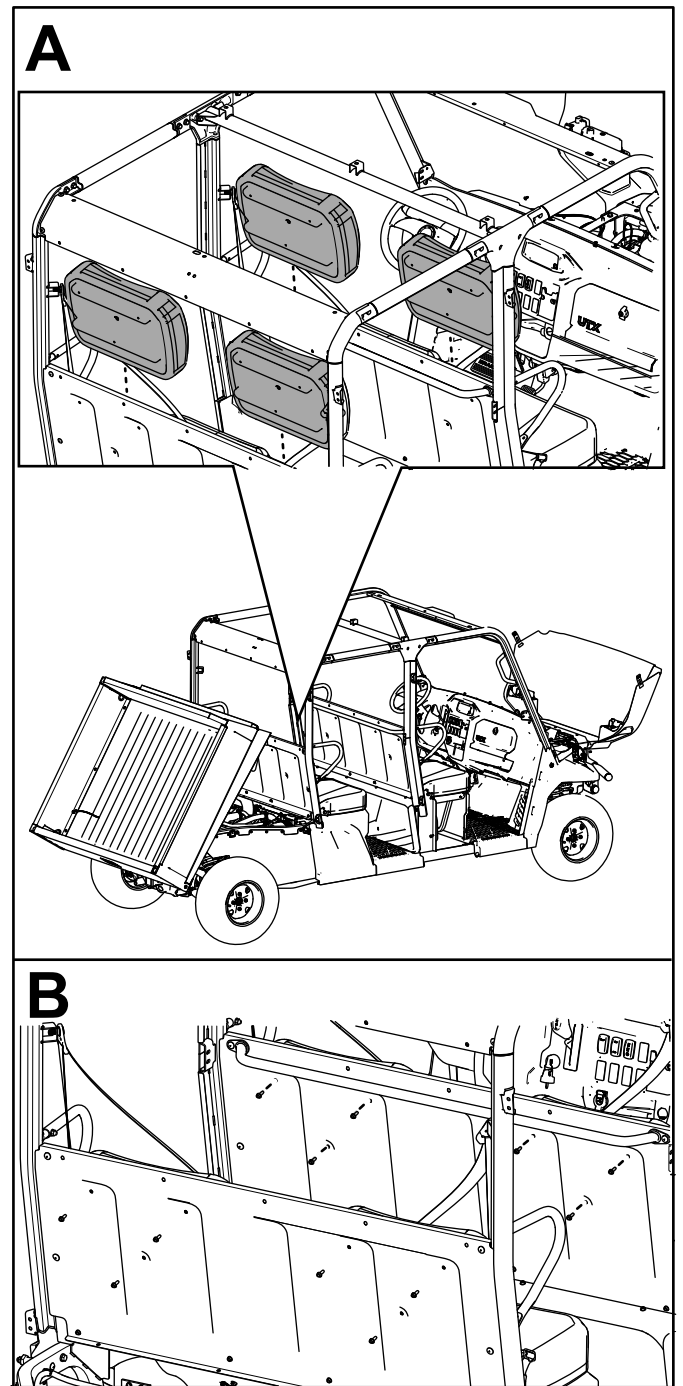

図 55
28. シートパネルに、シートバック4 個を取り付ける六角ワッシャヘッドボルト1/4 x 3/4"12 本を使用して図 55のように取り付ける。